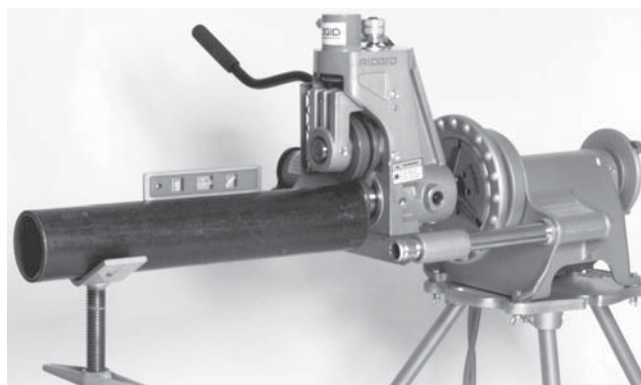

Рисунок 11 – Выравнивание трубы на трубной опоре и желобонакатчике
4. Выровняйте трубу, регулируя трубную опору. (Рисунок 11)